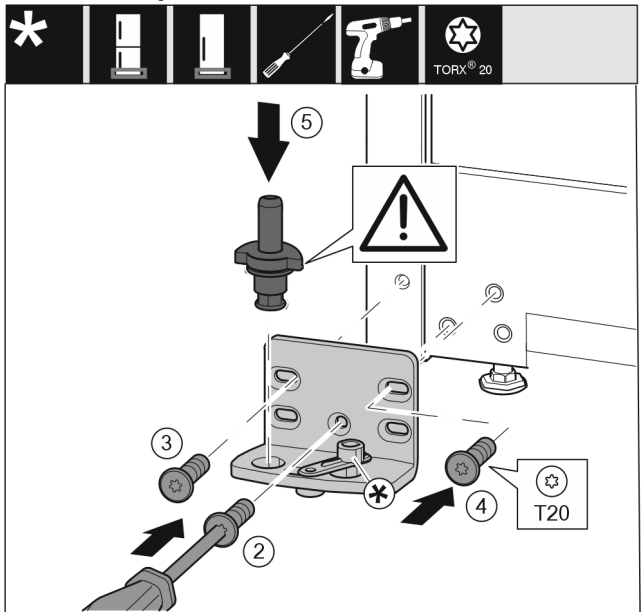

Fig. 14
- ▶ Coloque el soporte de cojinete en el otro lado y atorníllelo con la ayuda de un destornillador T20. Comience por el tornillo 2 en la parte inferior central. Fig. 14 (2)
- ▶ Atornille los tornillos 3 y 4. Fig. 14 (3,4)
- ▶ Coloque el perno de cojinete completo. Preste atención a que el saliente de retención esté orientado hacia atrás. Fig. 14 (5)